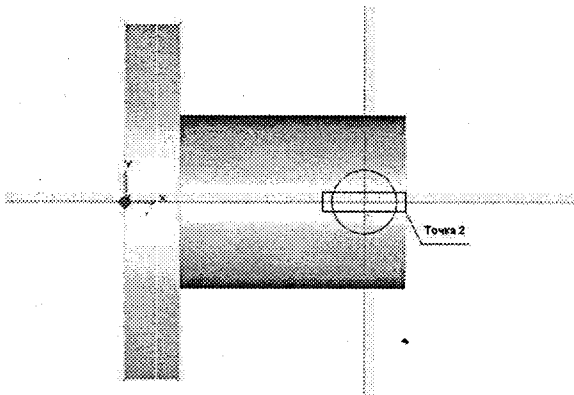

Рисунок 2.14.– Побудова контуру
20. Натисніть клавішу <2> і натисніть клавішу <Пробел>, а потім клавішу <Esc> (рис. 2.14).